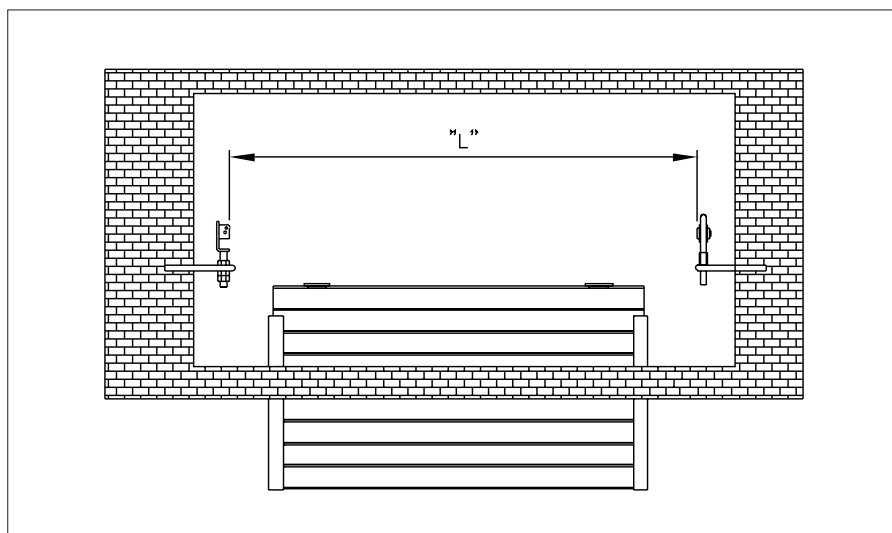

Fig. 3.2
- Misurare, la distanza "L" tra i due supporti come mostrato in fig. 3.2.